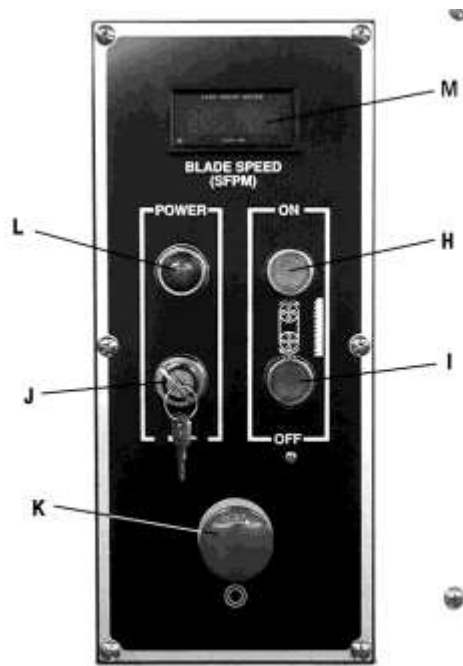

Рис. 3.
**Кнопка включения главного двигателя (H, Рис. 3)** – нажмите, чтобы запустить станок.
**Кнопка выключения главного двигателя (I, Рис. 3)** – нажмите, чтобы остановить станок.
**Ключ блокировки (J, Рис. 3)** – поверните в положение "на 12 часов" и снимите ключ, чтобы обесточить панель управления. Установите ключ и поверните его в положение "на 3 часа", чтобы включить питание панели управления.
**Кнопка аварийного останова (K, Рис. 3)** – нажмите, чтобы остановить все функции станка. Для сброса
**Индикаторная лампочка включения питания (L, Рис. 3)** – горит, когда станок подключен к источнику питания.
**Цифровой дисплей (M, Рис. 3)** – выводит скорость движения полотна в футах в минуту. Примечание: после первого включения станка или изменения скорости движения подождите примерно минуту, пока данные выведутся на дисплей.